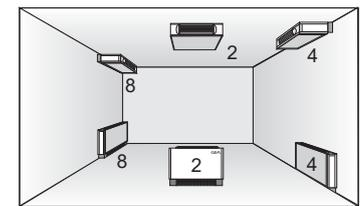
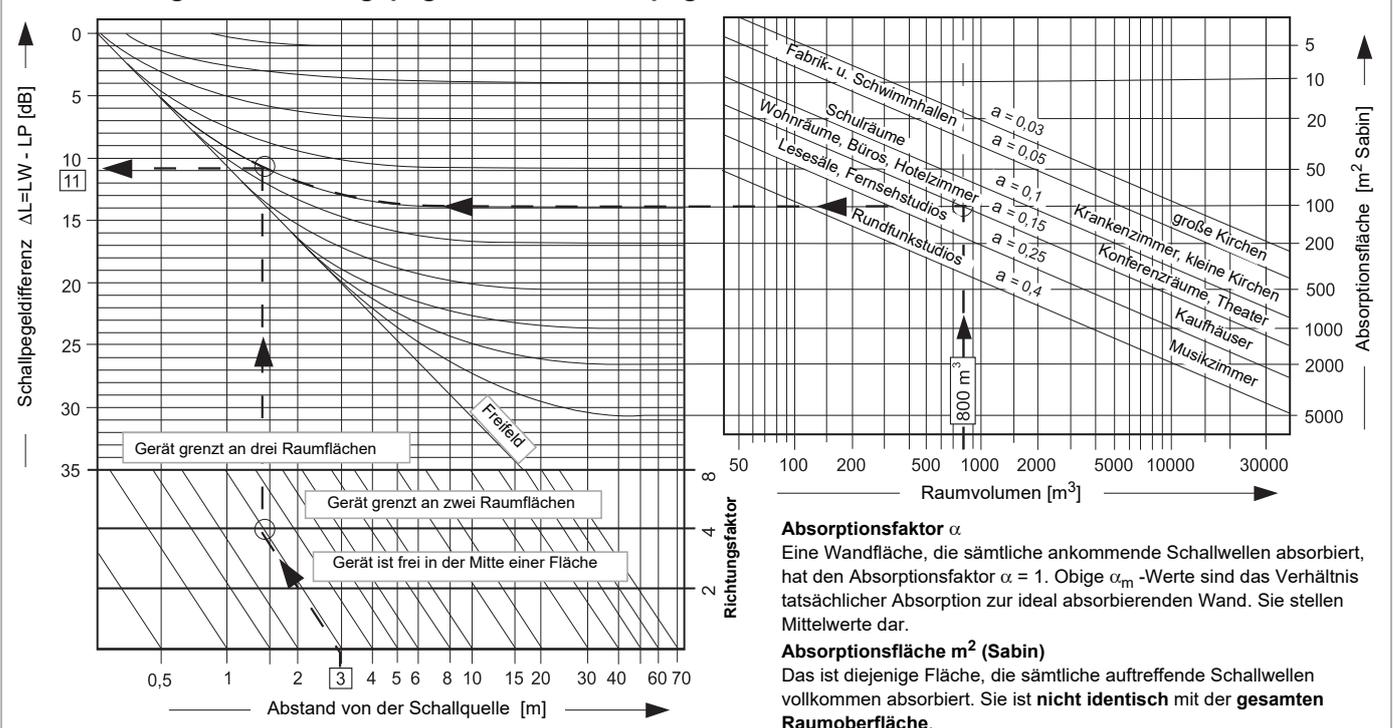

Abb. 23
Abb. 24
Zur Bestimmung des zu erwartenden Schalldruckpegels am Einbauort dient der A-bewertete Schalleistungspegel in Verbindung mit dem Umrechnungsdiagramm Abb. 24.
1. Ausgehend vom Raumvolumen (800 m³) wird über das in Diagramm Abb. 24 „Wohnungen, Büros, Hotelzimmer, Konferenzzimmer“ eine **Absorptionsfläche** von ca. **100 m² Sabin** ermittelt.
2. Der mittlere Abstand zu den Gebläsekonvektoren wird mit ca. **3 m** und der Richtungsfaktor mit „4“, Abb. 23, angenommen. Der Schnittpunkt der Beispiellinie im Diagramm Abb. 24 ergibt die Schallpegeldifferenz: **ΔL~11 dB**